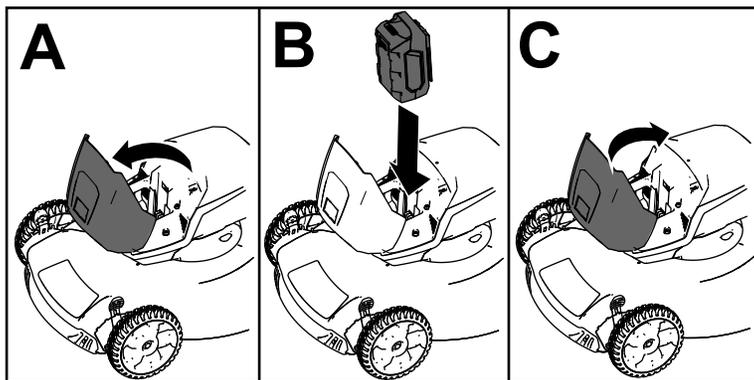

Рисунок 10
2. Поднимите крышку аккумуляторного отсека (вид А на Рисунок 10).
3. Совместите выемку в аккумуляторной батарее с выступом на машине и введите аккумуляторную батарею в отсек, пока она не зафиксируется на месте (вид В на Рисунок 10).
4. Закройте крышку аккумуляторного отсека (вид С на Рисунок 10).